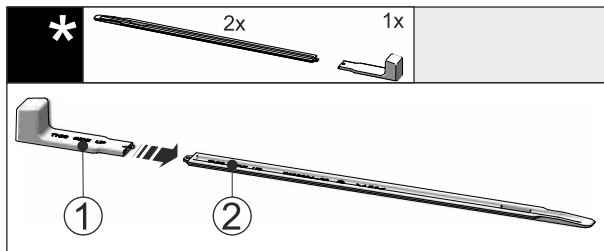

Fig. 54
- ▶ Dugja rá a szerelőfogantyút Fig. 54 (1) a szintezősínre Fig. 54 (2).